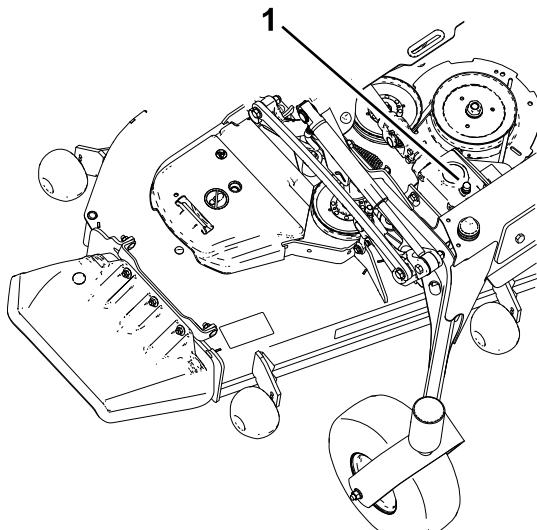

Figura 82
5. Retire la varilla/tapón de llenado de la parte superior de la caja de engranajes y compruebe que el lubricante está entre las marcas de la varilla (Figura 82).
5. Retire la varilla/tapón de llenado de la parte superior de la caja de engranajes y asegúrese de que el lubricante está entre las marcas de la varilla (Figura 82).